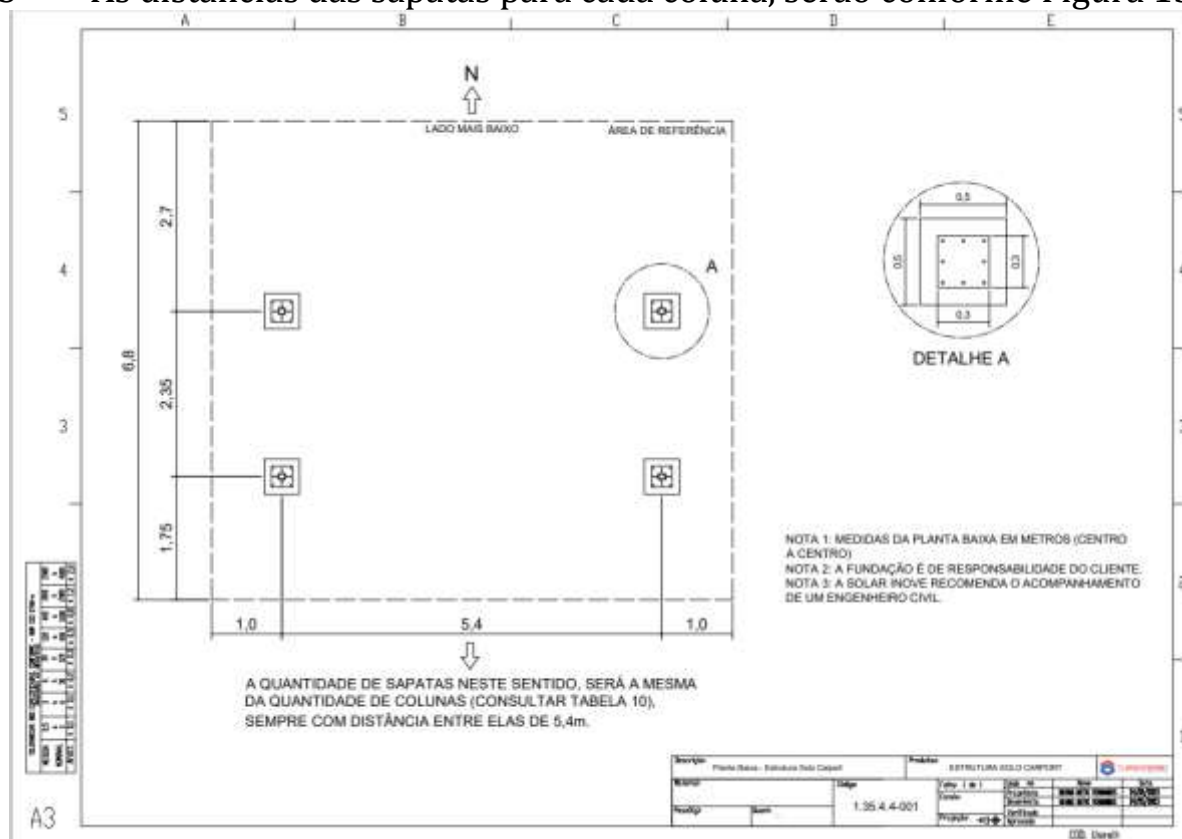

Figura 13 – Planta Baixa das sapatas.
- 3- As distâncias das sapatas para cada coluna, serão conforme Figura 13;